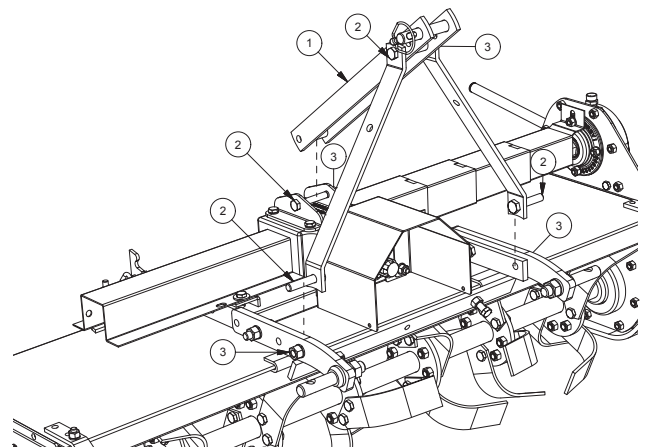

FIG. 6
- Den dritten Punkt montieren (1, Fig. 6), ihn vollständig